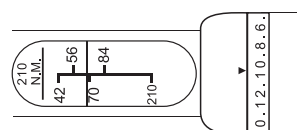

Fig. 2
- Tournez la poignée et ajustez l'échelle annulaire du réglage de précision sur „10”. La clé dynamométrique est maintenant réglée sur 66 Nm (Fig. 2).